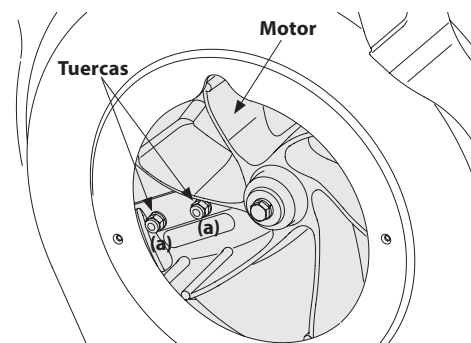

Figura 26
- Es posible alcanzar las tuercas de los tornillos de cabeza plana desde la parte inferior, mediante una llave universal de 1/2 pulgada. con extensión. Vea la Figura 26.